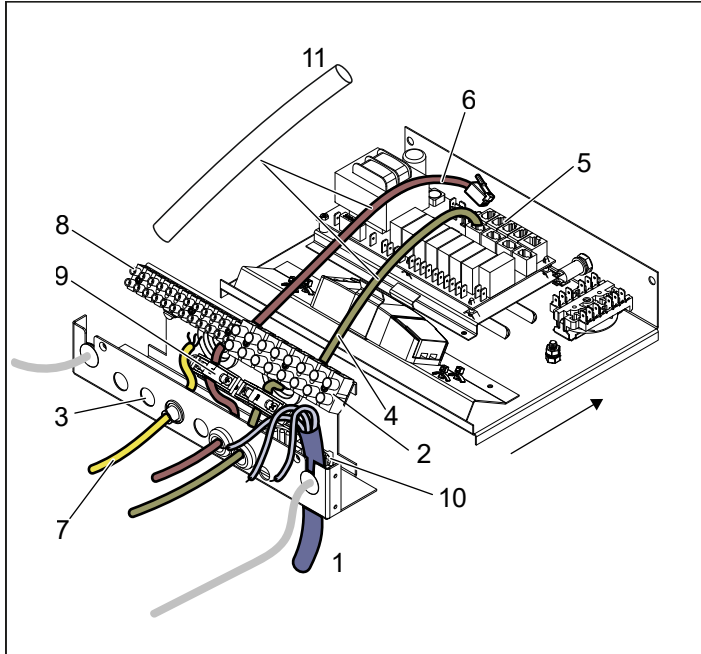
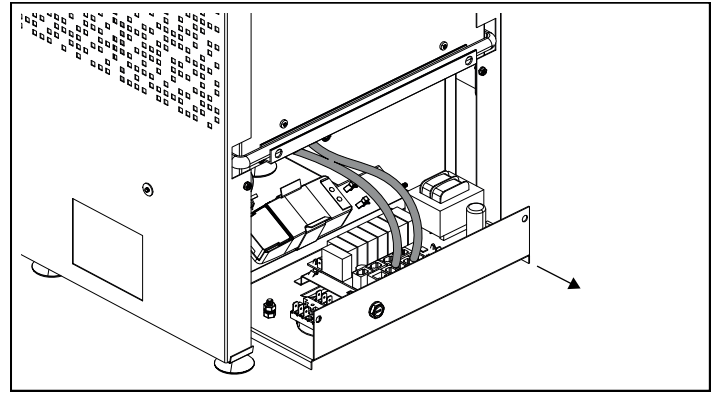
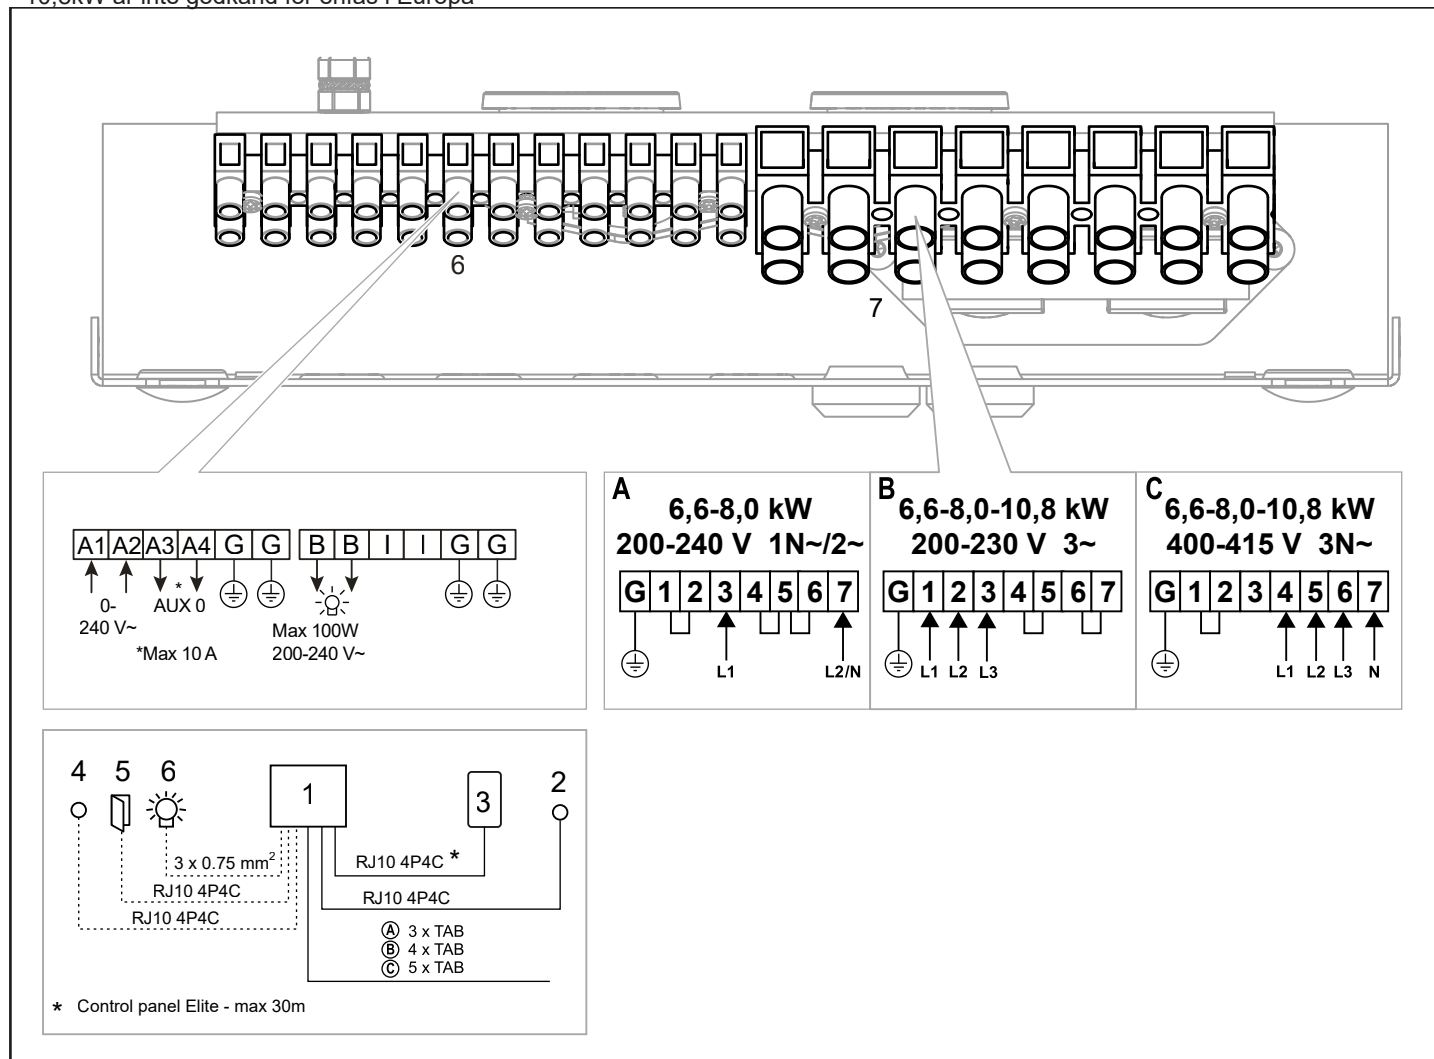
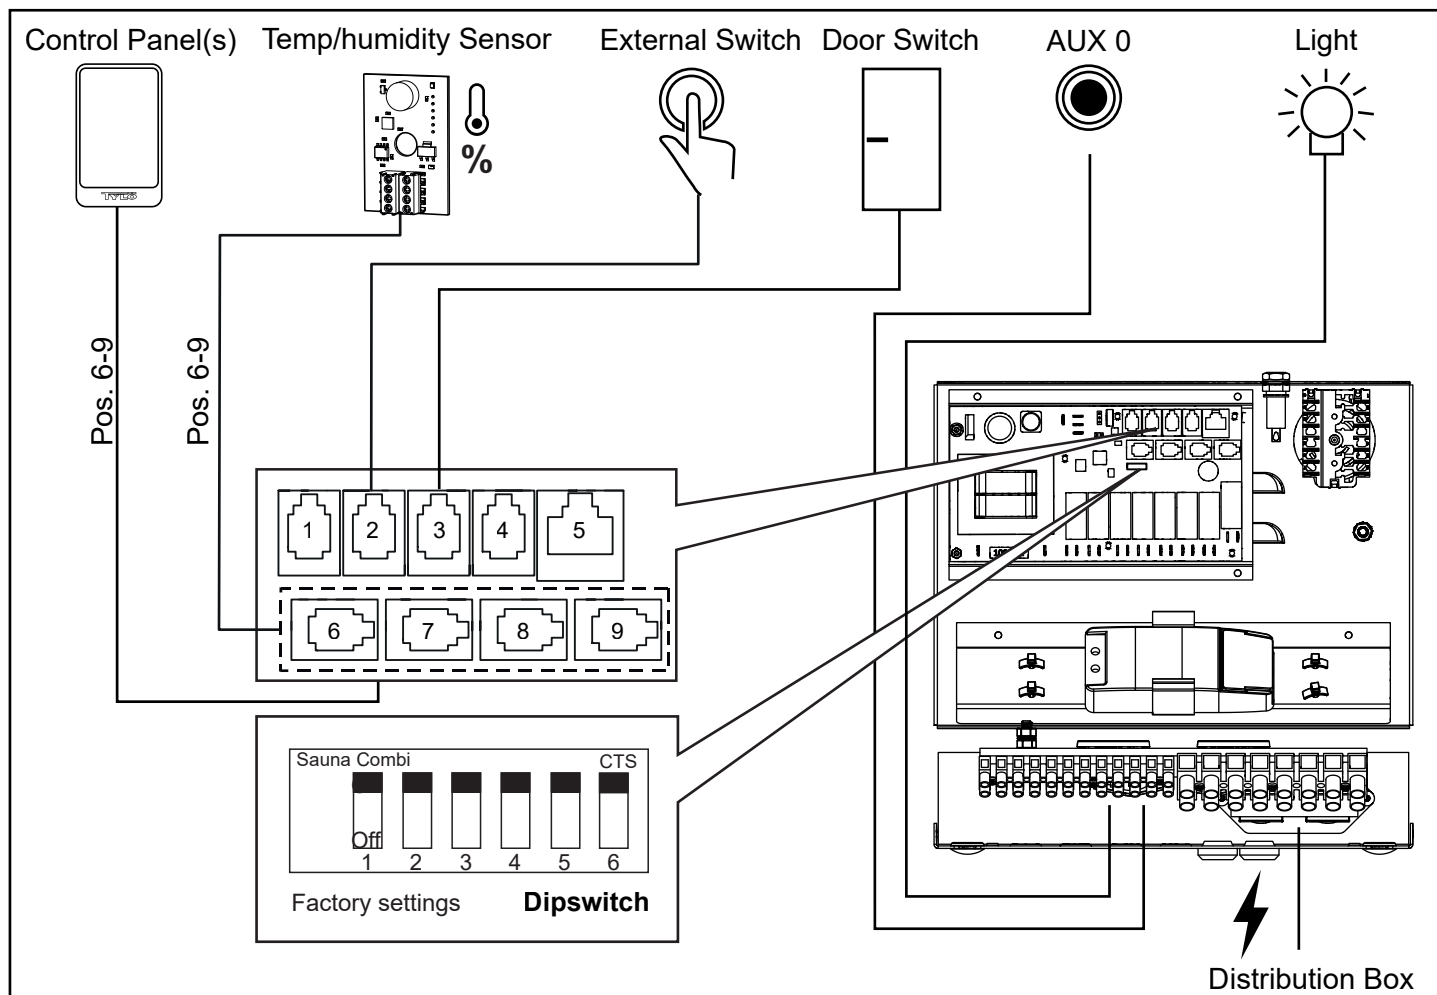

Fig 11: Eldosan
Fig 12: Dra ut lådan för lättare åtkomst
Fig 18: Kopplingsschema
Fig. 20. Schematisk installation Crown Combi Elite
5. Anslut elkabeln (se Fig 11) enligt kopplingschema (se Fig. 18).
6. Dra kablar för manöverpanel och temperatursensor genom kabelgenomföringarna se fig 11. Anslut manöverpanelens kabel i en av de fyra RS485-kontakterna (position 6-9, se Fig 20).
7. Anslut temp/fuktsensor kabeln i position 6-9, se fig 20. Dra ut lådan för att sträcka kablarna och spänn dragavlastningarna (se fig 12).
8. Anslut eventuell kabel till belysning / aux, se Fig 11, enligt kopplingschema Fig 18.
Vid inkoppling till spänningar eller fas-tal, som inte anges i kopplingschema Fig 18, kontakta Tylö kundservice.